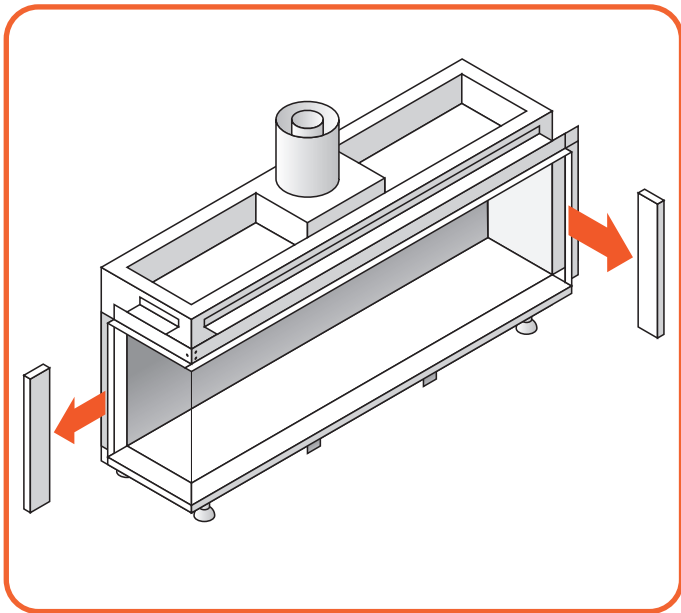

Abb. 9.2 Abnehmen die Seitenverkleidung
- Entfernen Sie beide Seitenverkleidungen. Sie werden durch magnetische Clips gehalten (Abbildung 9.2).